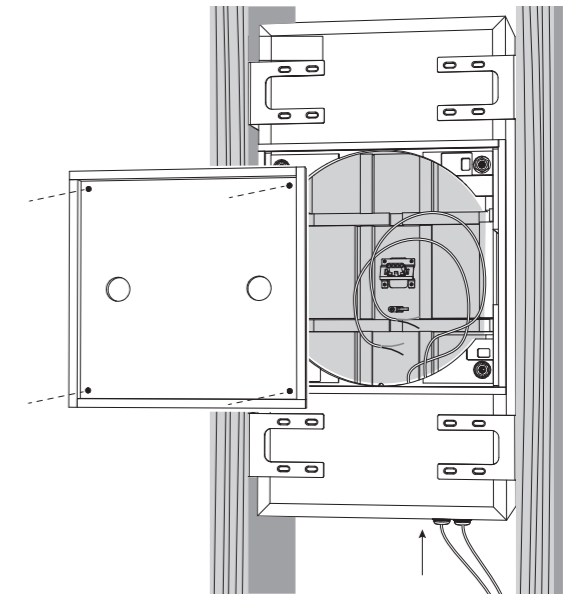

Fig. 3. Speaker Wire Installation.
1. Retirez le couvercle de la boîte arrière en dévissant les quatre vis qui le maintiennent en place (Fig. 3).
2. Installez le fil d'enceinte dans l'un des presse-étoupes et laissez suffisamment de jeu pour effectuer les connexions (Fig. 3). Serrez le presse-étoupe et attachez le câble du haut-parleur pour l'empêcher de bouger et de cliqueter en cours de fonctionnement. Assurez-vous que le câble d'enceinte n'entre pas en contact avec des clous ou des vis qui pourraient endommager l'isolation. Un deuxième presse-étoupe est fourni pour permettre l'installation d'un deuxième câble de haut-parleur.